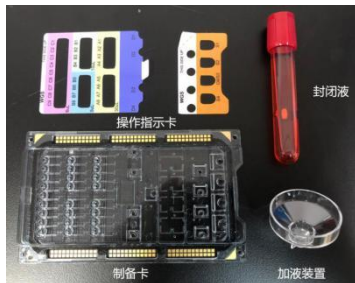

图 6
3.6.1 从包装袋中取出样本制备卡、封闭液、加液装置和操作指示卡。(图 6)